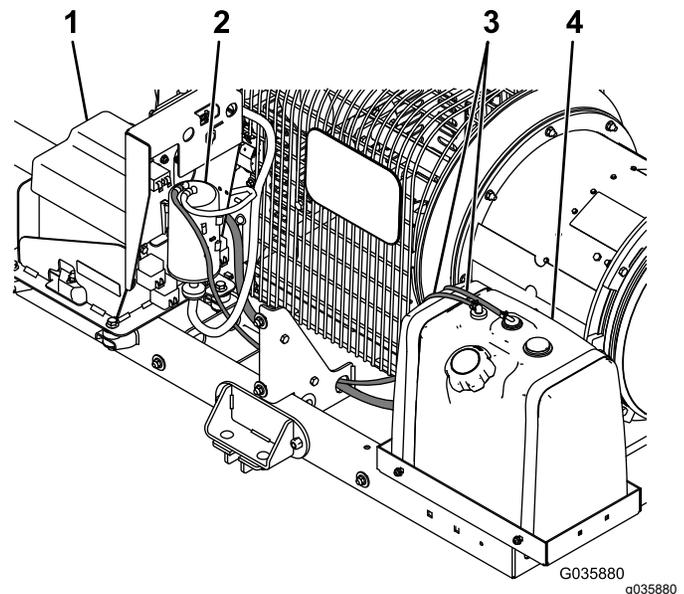

Figura 1
5. Scollegate i flessibili del serbatoio del carburante dalla macchina ed eliminateli (Figura 1).
6. Rimuovete i dispositivi di fissaggio e le cinghie che fissano il serbatoio del carburante alla macchina ed eliminateli insieme al serbatoio (Figura 1).
7. Scollegate i flessibili rimanenti dal canister a carboni attivi (Figura 1).
8. Rimuovete il coperchio della batteria e la batteria (Figura 1); fate riferimento al *Manuale dell'operatore*.
9. Rimuovete il canister a carboni attivi ed eliminatelo (Figura 1).